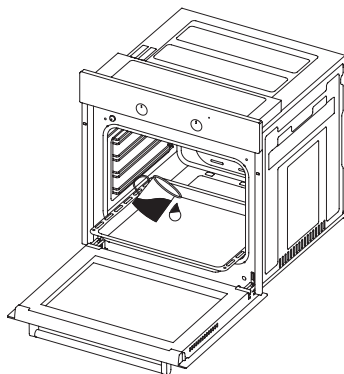

Imagen 1
2. Vierta medio litro de agua en la bandeja grasera, como se muestra en la imagen 1